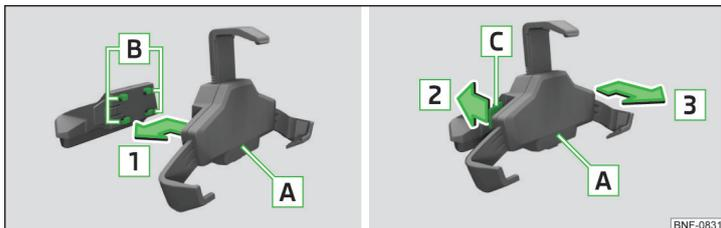

Fig. 75 Installer le support dans l'adaptateur / retirer le support de l'adaptateur
- Pour fixer le support sur l'adaptateur installer le support **A** dans les inserts **B** dans le sens de la flèche **1** jusqu'à ce qu'il s'enclenche de façon audible » fig. 75.